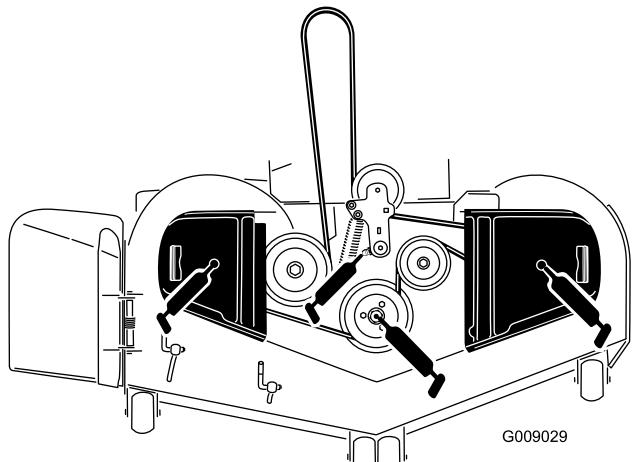

Figura 41
3. Engrase el pivote de la polea tensora de la carcasa del cortacésped hasta que salga grasa por el extremo inferior (Figura 41).
4. Engrase los tres cojinetes de los ejes hasta que rezume grasa de las juntas inferiores (Figura 41).